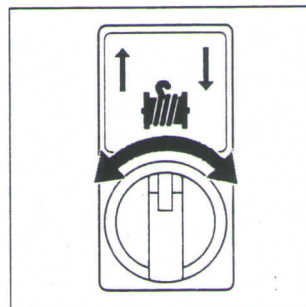

Fig. 69/1 Botão giratório
- Para desenrolar o cabo de aço do dispositivo, vire para a esquerda o botão giratório *Dispositivo de tração* localizado na cabine do motorista (Fig. 69/1), ou então atue o respectivo elemento na unidade de comando à distância.